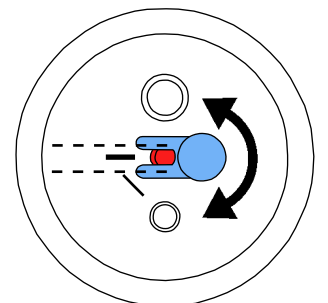

图 13
- 定量喷嘴必须用 25-70 μm 砂罐来调整（图 13）！